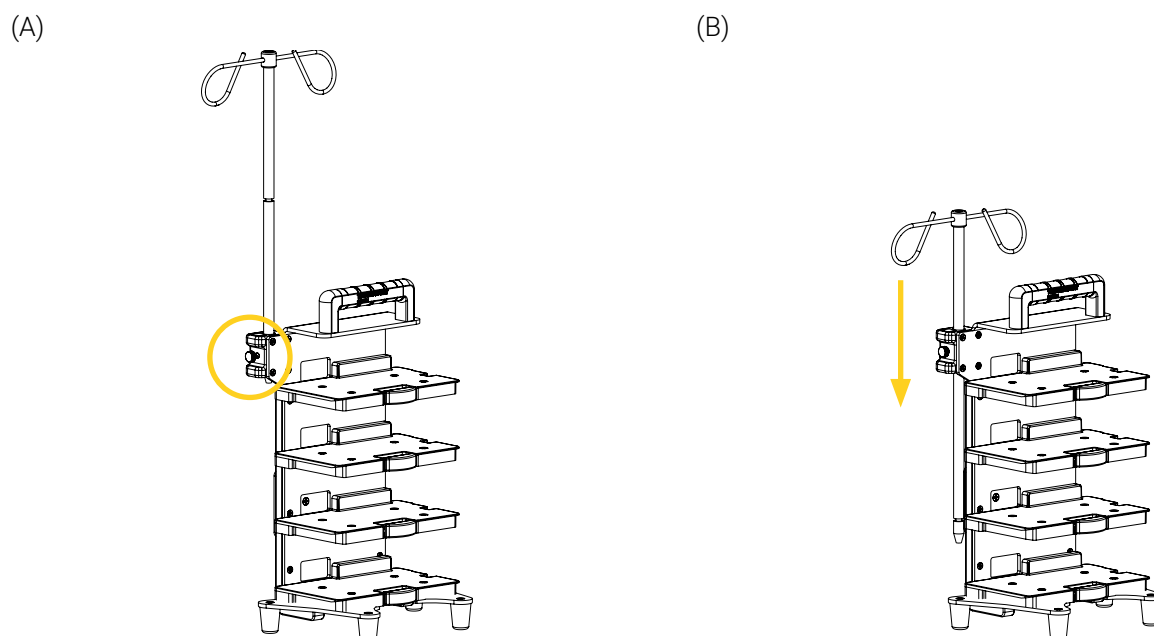

Figure 16: Descente la tige à soluté
4. Pour descendre la tige à la position la plus basse, tirer le bouton à déclenchement rapide de nouveau, puis descendre la tige à soluté avec prudence jusqu'à ce qu'elle atteigne la rainure supérieure de la tige (Figure 16) au besoin, ou passer à l'étape 5.